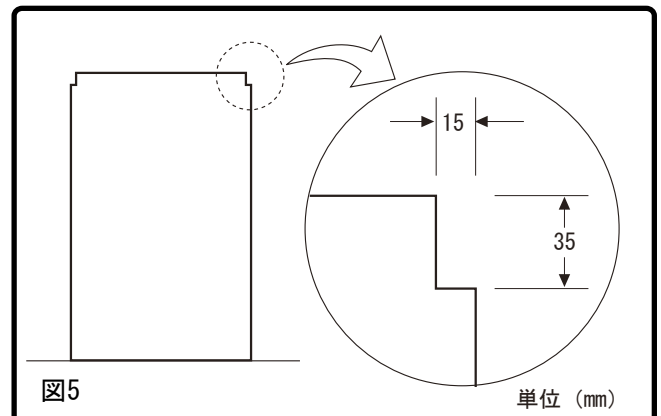

図5
- 2 笠木端部が納まるように、ブロックの角を切り欠きます。(図5参照)